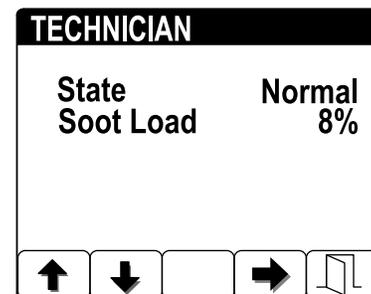

図 9
- すすの蓄積レベル DPF ので表示される 図 9 を確認するすす蓄積表を参照